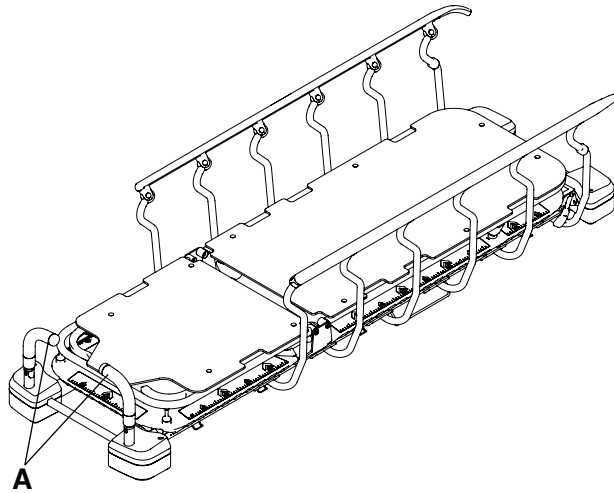

Figure 6 – Positionnement des poignées de poussée du côté tête
2. Faire pivoter les poignées de poussée du côté tête (A) en position d'utilisation (Figure 6).